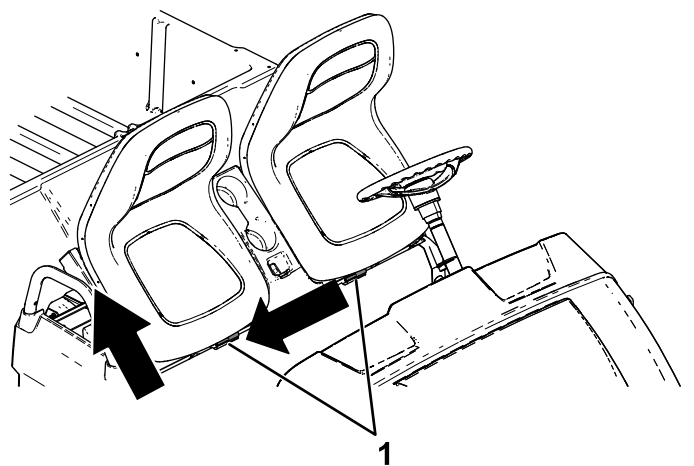

Figura 2
2. Deslice el conjunto de asientos hacia un lado hasta que se desenganchen los pasadores, y levante el conjunto de asientos hacia arriba (Figura 2).